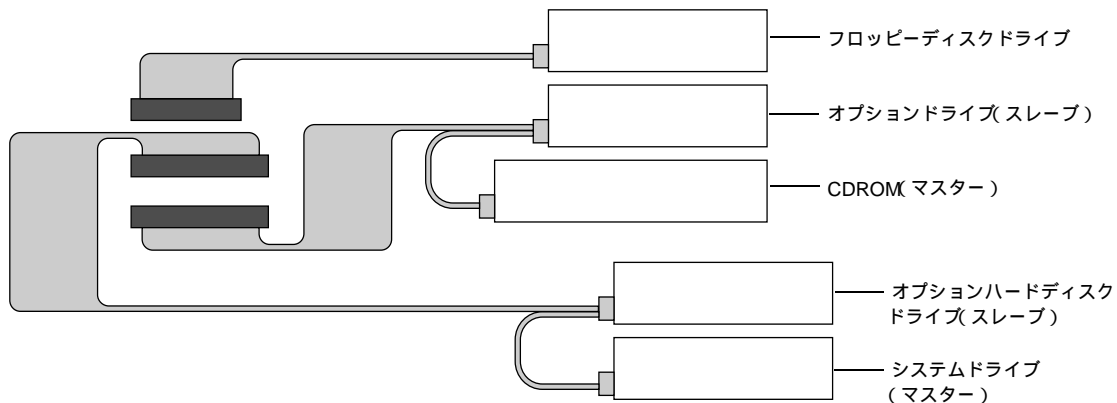
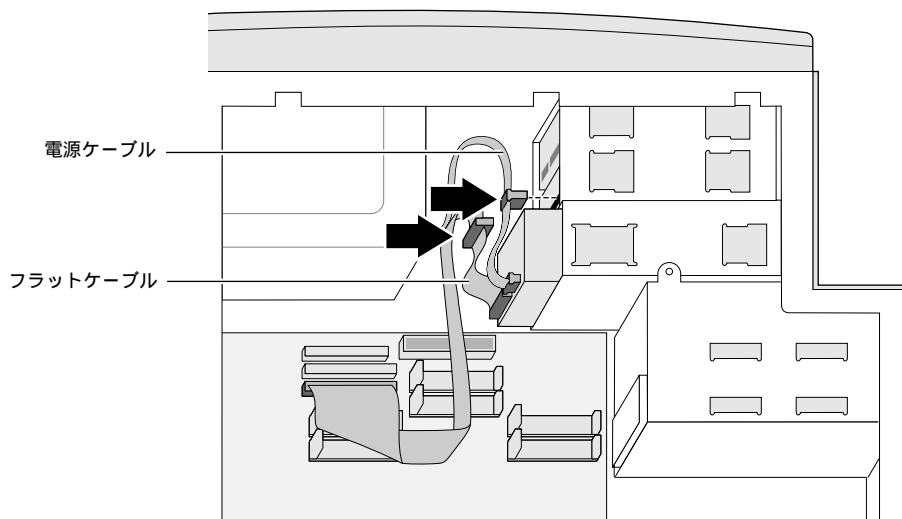
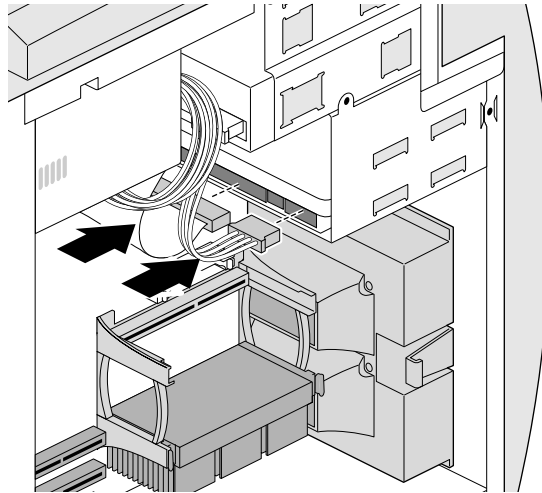

図 4-1 内蔵 EIDE ドライブの配線と構成
図 4-6 リムーバブルドライブへのケーブルの接続
図 4-14 内蔵ハードディスクドライブへのケーブルの接続
内蔵 EIDE ドライブの正しい配線と構成に関する情報については、図 4-1 を参照してください。
9. 電源ケーブルとフラットケーブルを接続します (図 4-6)。ドライブの正しいフラットケーブルの配線方法については、図 4-1 を参照してください。
- 電源ケーブルとフラットケーブルがドライブの背面に正しく接続されていることを確認します (図 4-1 を参照)。
- 電源ケーブルとフラットケーブルをドライブの背面に接続します（図 4-14）。ドライブが 2 台取り付けられている場合は、両方のドライブの背面に接続します。ドライブへの正しいフラットケーブルの配線方法については、図 4-1 を参照してください。